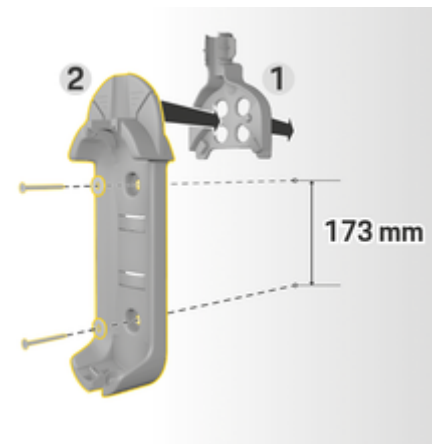

Рис. 53: Размеры под отверстия
3. Вдавите базовое настенное крепление **2** (Рис. 53) спереди в кабелепровод **1** (Рис. 53).